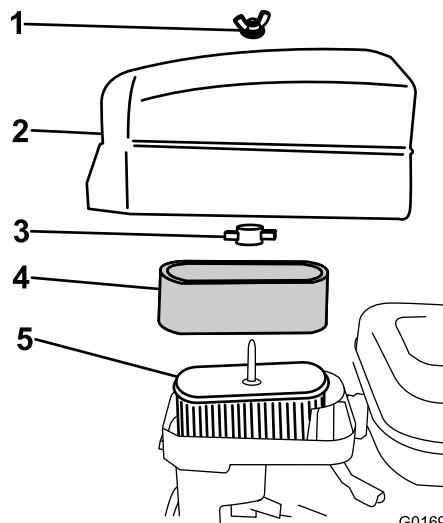

図 32
4. スポンジエレメントを点検し、汚れていればペーパーエレメント図 32 から外して以下の方法で洗浄する